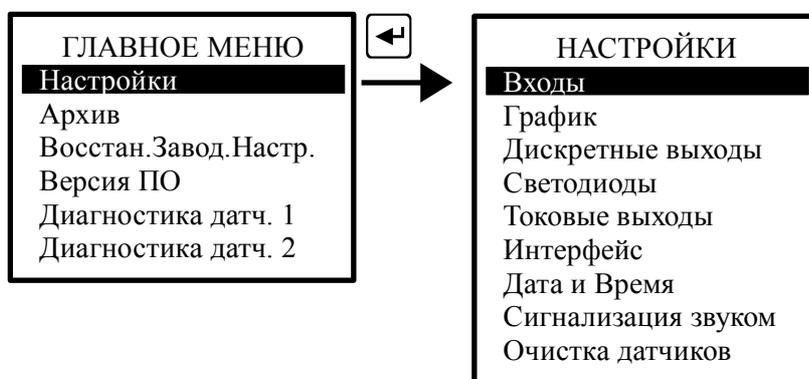

Рисунок 8 - Вход в меню «НАСТРОЙКИ»
8.5.3 Меню НАСТРОЙКИ (Рисунок 8).